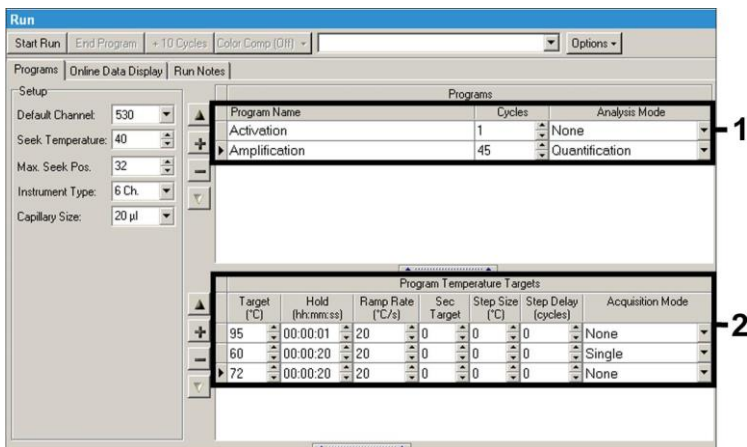

Fig. 7: Amplifikation af DNA.
- B. Amplifikation af DNA Fig. 7